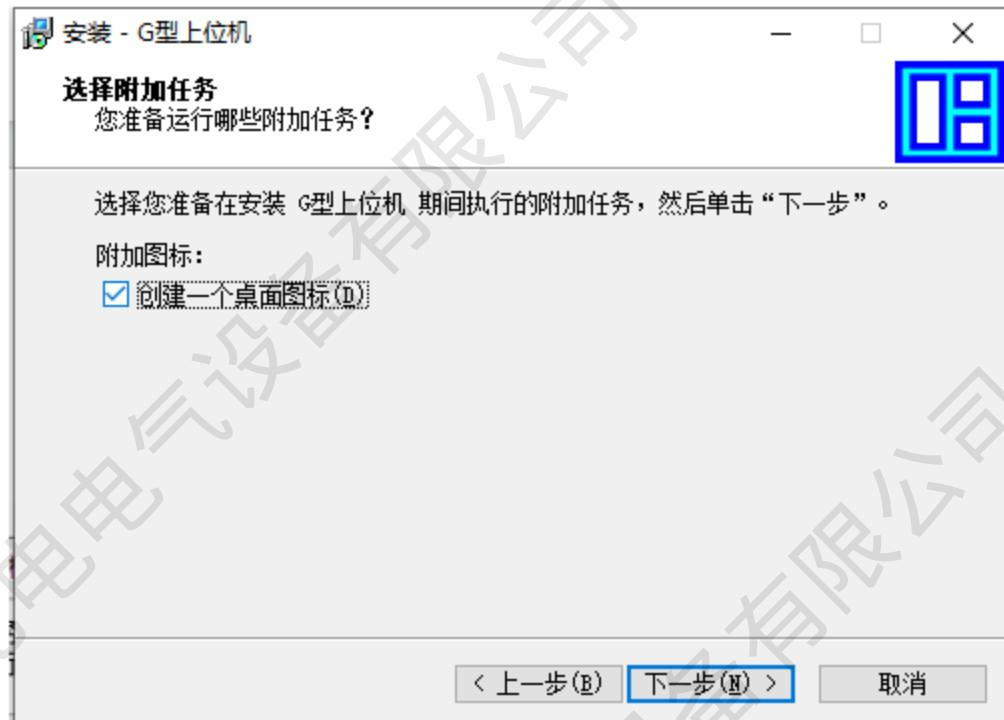

图 1-4
5、在弹出的选择附加任务中，需点击“创建一个桌面图标 (D)”，继续点击“下一步”，如图 1-4；